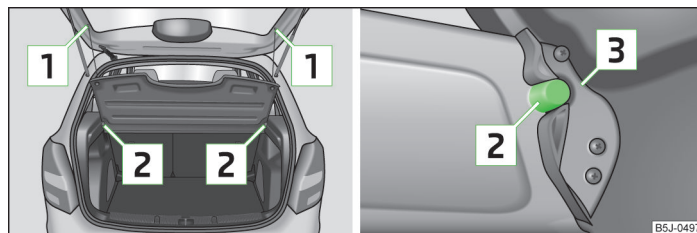

Fig. 47 Démontage de la tablette du coffre à bagages
- Décrocher les sangles de retenue  » fig. 47.
- Appuyez les logements de la tablette [3] » fig. 47 sur les supports [2] du revêtement latéral.
- Les supports du cache [3] » fig. 47 doivent être enclenchés dans les supports du revêtement latéral [2].